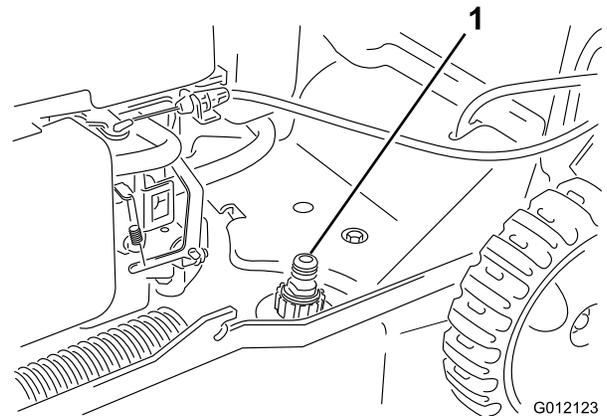

Figure 26
- Branchez un tuyau d'arrosage, relié à une arrivée d'eau, au raccord de lavage du carter de la tondeuse (Figure 26).